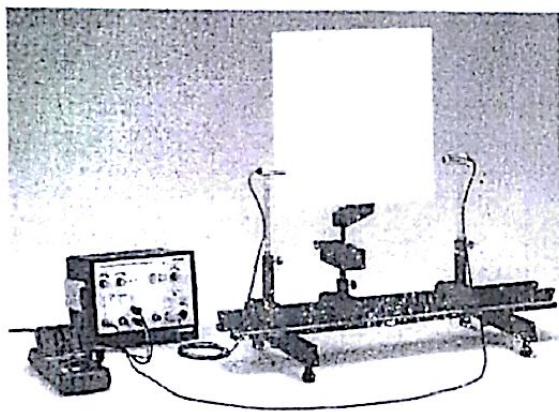

Рис.3. Установка для вивчення принципу дзеркала Ллойда.
5. Дзеркало Ллойда (рис.3) являє собою плоский відбиваючий екран, площина якого розташована паралельно лінії розповсюдження хвилі (близько від неї, на відстані одного порядку із довжиною хвилі), внаслідок чого частина хвилі, падаючи під малим кутом до площини екрану, відбивається від нього і інтерферує з прямим променем, створюючи таким чином стаціонарну інтерференційну картину у вигляді просторового розподілу інтенсивності УЗ хвилі. Різниця ходу між двома променями залежить від відстані до екрану, отже переміщення площини екрану перпендикулярно лінії розповсюдження хвилі призводить до зміни просторового розподілу інтенсивності, який в даній роботі ресетрується приймачем.
9. Розташуйте екран між передавачем і приймачем площиною паралельно лінії розповсюдження хвилі так, як показано на рис.3.